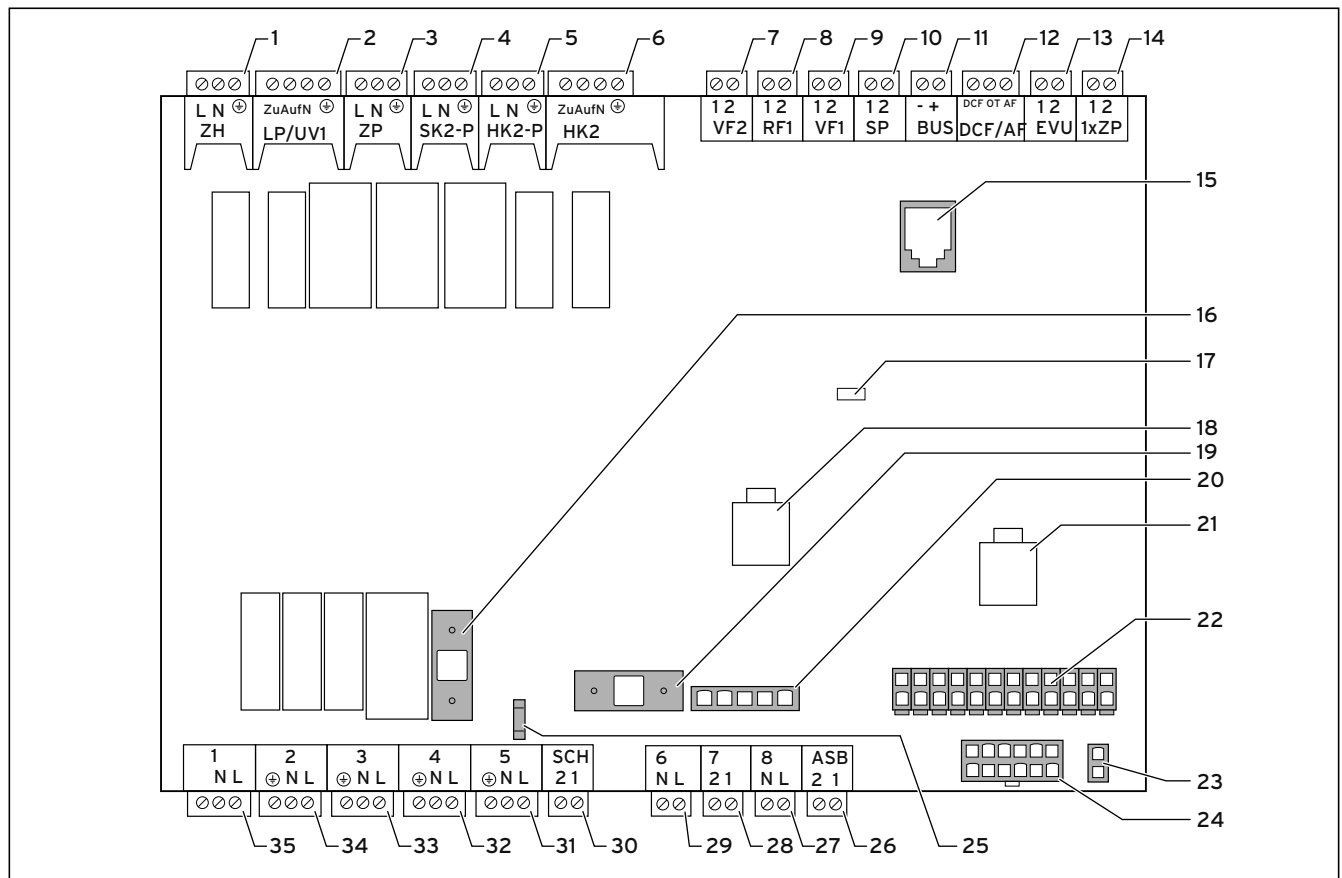

Abb. 7.14 Reglerplatine
- Schließen Sie den Kontakt des Rundsteuersignal-Empfängers an Klemme 13 „EVU“ (Energieversorgungsunternehmen) an (→ **Abb. 7.14, Pos. 13**).
- Schließen Sie die permanente Stromversorgung an die Netzeinspeisung Regler an (2).
- Schließen Sie die Niedertarif-Stromversorgung an die Netzeinspeisung Niedertarif an (1).
- Schließen Sie den Kontakt des Rundsteuersignal-Empfängers an Klemme 13 „EVU“ (Energieversorgungsunternehmen) an (→ Abb. 7.14, Pos. 13).
- Installieren Sie die Standardfühler VR 10 entsprechend den Anforderungen des Hydraulikschema-Beispiels und schließen Sie sie an den jeweiligen Klemmen der Reglerplatine an (→ **Abb. 7.14**).
- Schließen Sie die externe Heizkreispumpe an Klemme HK2-P an (→ **Abb. 7.14, Pos. 5**).